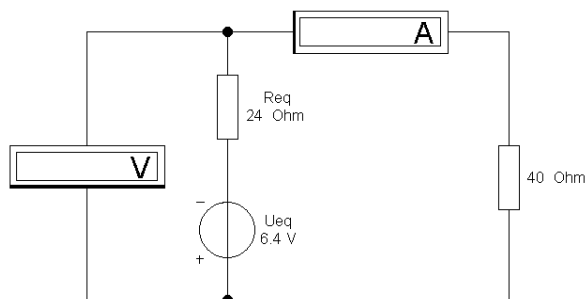

Рис. 4. Моделирование эквивалентного генератора в программе EWB
14. Собрать в рабочем окне программы EWB схему эквивалентного генератора согласно рис. 4. Установить значения  $U_{eq} = U_{xx}$  и  $R_{eq} = R_3$ .